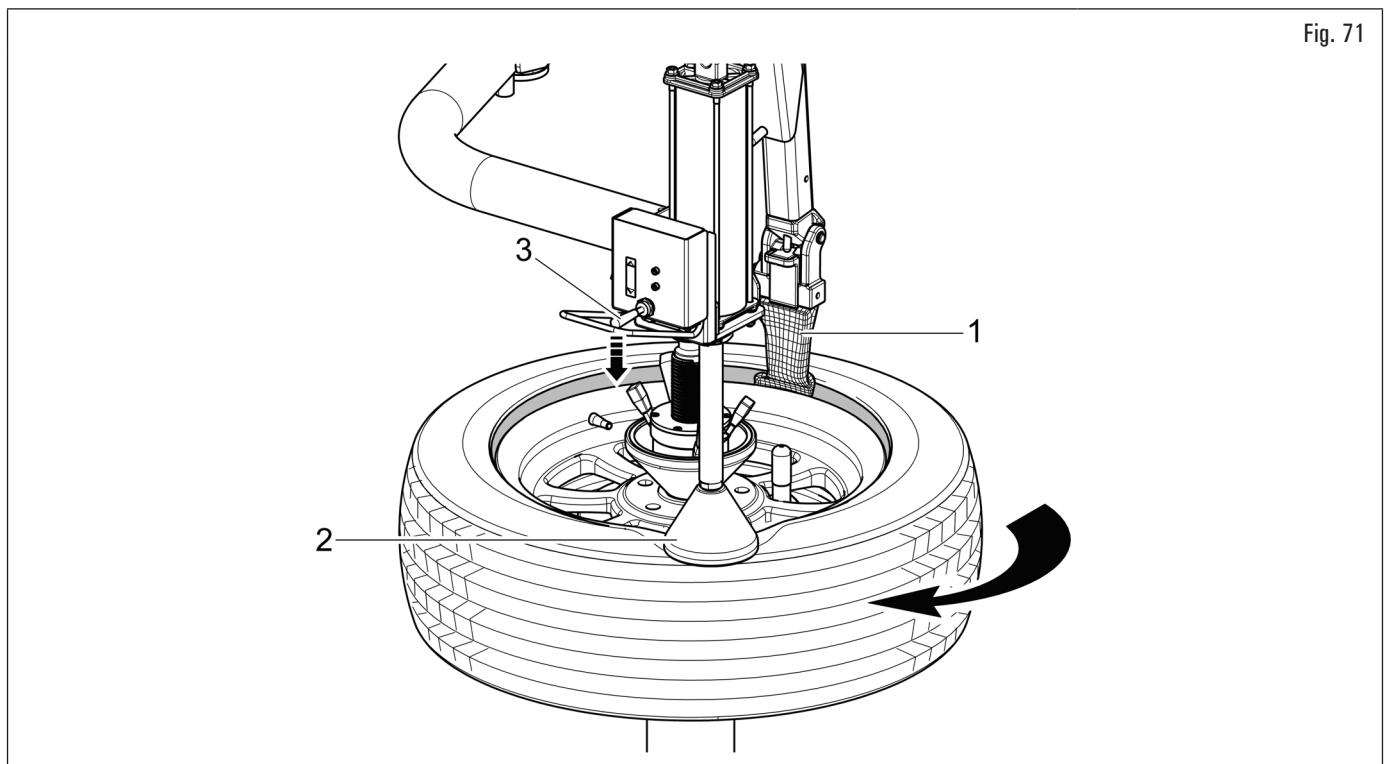

Fig. 71
2. positionner la tête outil (Fig. 71 réf. 1) sur le bord de la jante ;
4. donc positionner le talon supérieur sur la zone de montage de la tête outil (Fig. 71 réf. 1) ;
5. positionner l'outil pousse-talon (Fig. 71 réf. 2) à « heures 4 » comme indiqué en Fig. 71 et presser sur le pneu en actionnant le levier (Fig. 71 réf. 3) de l'unité de commande vers le bas ;